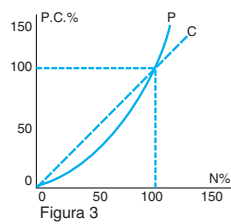

Figura 3
- coppia crescente linearmente con la velocità $C = kn$, con la potenza che varia in base al quadrato della velocità (figura 3),